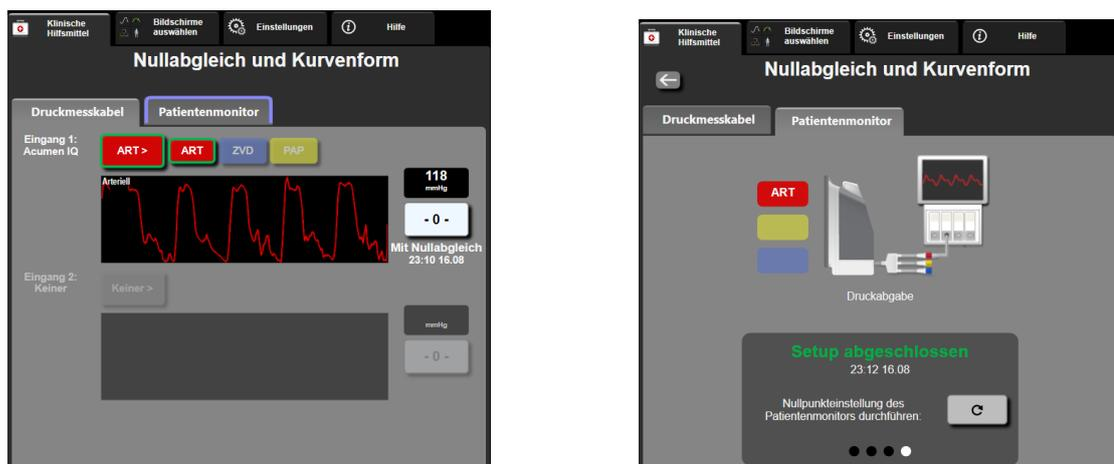

Abbildung 10-2 Bildschirm „Nullabgleich und Kurvenform“ – Nullabgleich von Sensor und Druckausgabe
- 5 Tippen Sie auf das Symbol **Kurve übertragen** , um die Übertragung des Drucksignals an den Patientenmonitor zu beginnen. Wenn die Echtzeit-Kurve an den angeschlossenen Patientenmonitor übertragen wird, wird die Nachricht „**Setup abgeschlossen**“ angezeigt. Siehe rechten Bildschirm in Abbildung 10-2 auf Seite 191.